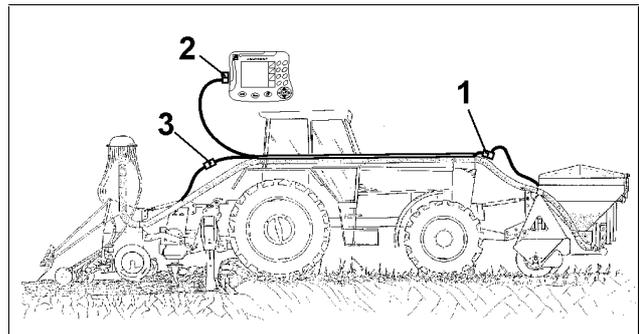

Fig. 33
Verlegen und befestigen Sie zusammen mit den Saatleitungsrohren den Kabelbaum (Fig. 33) am Traktor.
- Kombistecker vom Fronttank an Kabelbaum anschließen (Fig. 33/1, Fig. 34).
- Stecker von Särschiene an Kabelbaum anschließen (Fig. 33/3).
- Kabelbaum mit Maschinenstecker an die Traktorgrundausrüstung des **AMATRON+** anschließen (Fig. 33/3, Fig. 35).